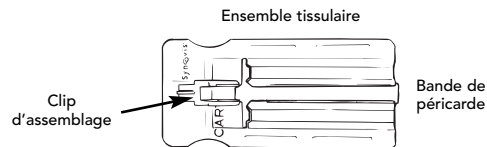

FIGURE 8
**Instructions pour les Peri-Strips Dry portant les codes produits suivants : PSD 3002/6-UN, PSD 4502/6-UN et PSD 6002/6-UN (si utilisé avec une agrafeuse coupante) (voir Figure 8)**